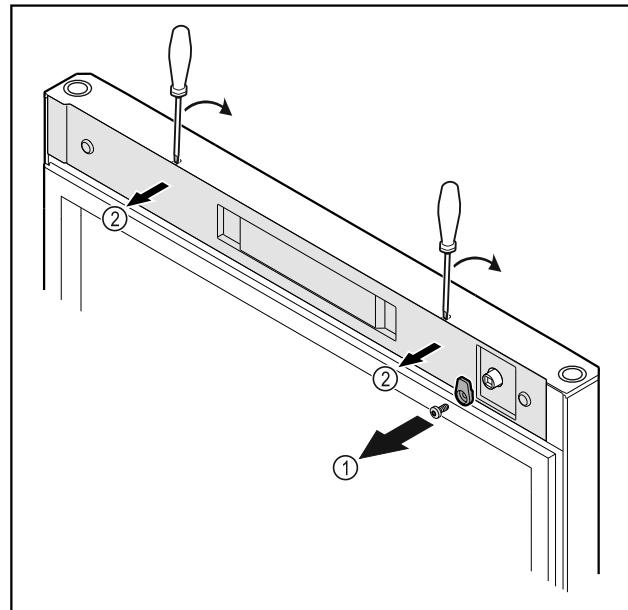

Fig. 10
- Відкрутити запірний гачок Fig. 10 (1).
- За допомогою малої викрутки зніміть з фіксатора кришку Fig. 10 (1) і видаліть.